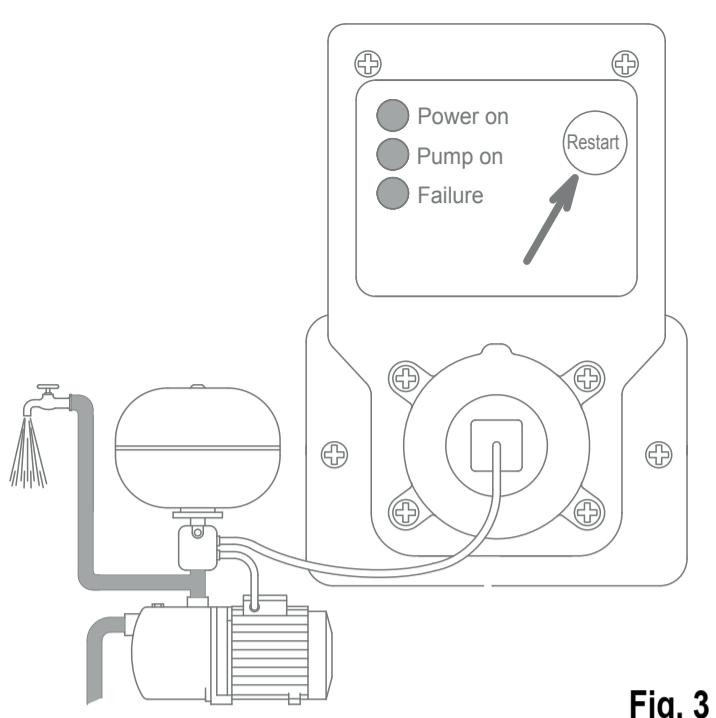

Fig. 3
- The green "Power on" Led will remain on, the yellow "Pump on" Led will light up and the red "Failure" Led will stop blinking and remain steady while the device acquires the motor data (Figure 3).
- Le voyant vert « Power on » reste allumé, le voyant jaune « Pump on » s'allume, le voyant rouge « Failure » passe de clignotant à fixe et l'appareil acquiert les données du moteur (Fig. 3).
- Innerhalb von 10 Sekunden nach Anschluss des Netzkabels die rote Taste „Restart“ betätigen. Die grüne Led „Power on“ leuchtet weiterhin, die gelbe Led „Pump on“ leuchtet ebenfalls, die rote Led „Failure“ leuchtet jetzt durchgehend und das Gerät erfasst die Motordaten (Abb. 3).
- После подключения питания нажмите красную кнопку «Restart» и удерживайте ее в течение 10 секунд. Зеленый индикатор «Power on» будет по-прежнему гореть, дополнительно загорится желтый индикатор «Pump on», а красный индикатор «Failure» перестанет мигать, и будет гореть, пока происходит сбор данных электродвигателя (рис.3).